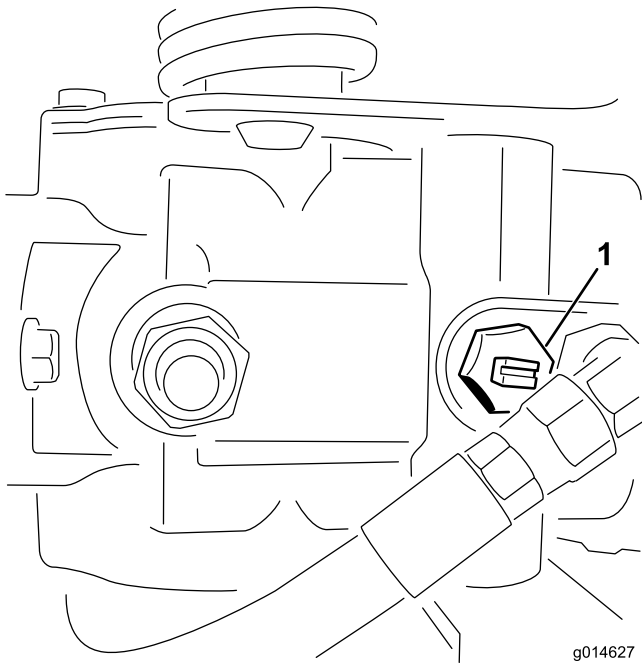

Bild 40
1. Ermitteln Sie das Sicherheitsventil an der Pumpe und drehen Sie es, sodass der Schlitz vertikal ist (Bild 40).
2. Schließen Sie vor dem Starten des Motors das Sicherheitsventil. Drehen Sie den Schlitz des Ventils in die horizontale Stellung (Bild 40). Starten Sie den Motor nie, wenn das Ventil noch offen steht.